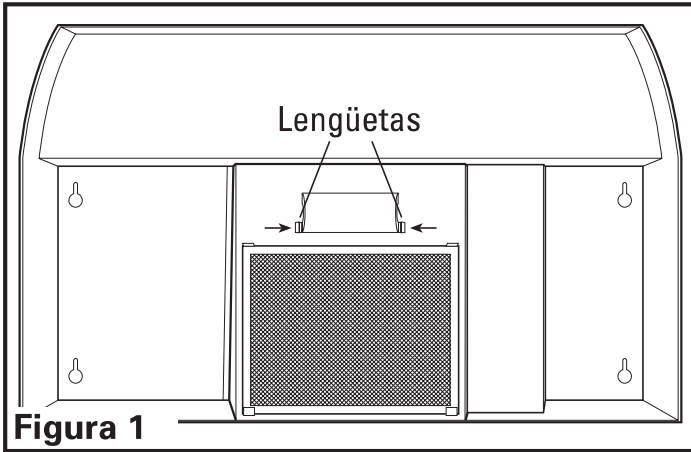

Figura 1
3. Retire la cubierta de la lámpara presionando ambas lengüetas en forma conjunta (**Figura 1**).